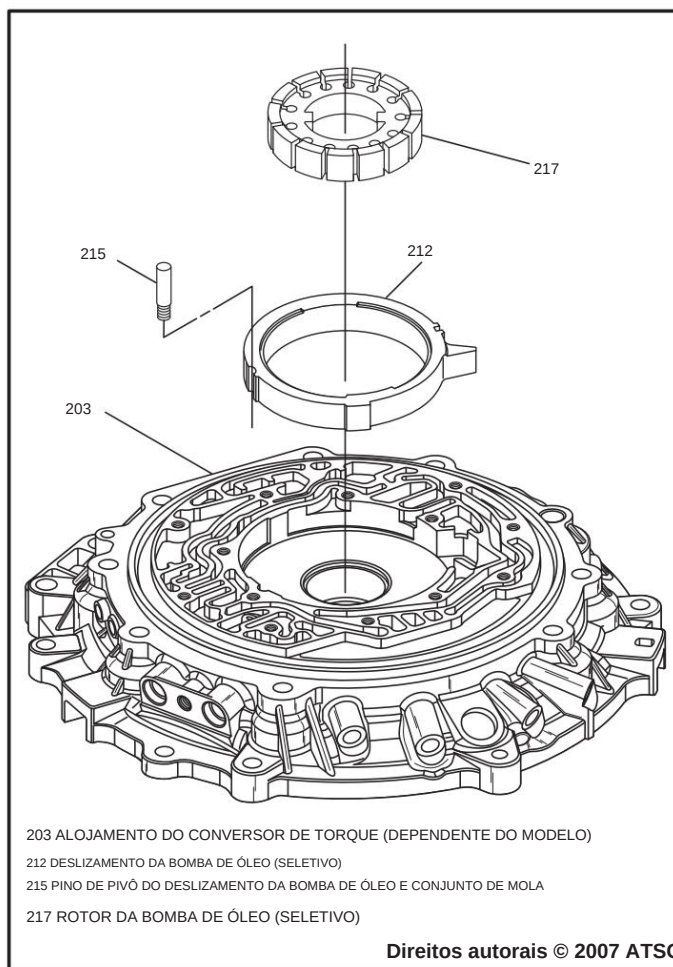

Figura 64
18. Coloque a carcaça do conversor em uma superfície plana com a superfície da rosca sem-fim voltada para cima, conforme mostrado na Figura 64.